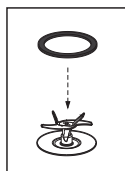

Fig. 14
1. Coloque o anel de vedação preto sobre a lâmina (Fig. 14).